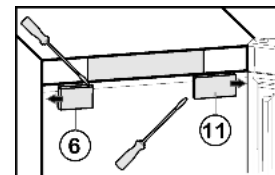

Fig. 5
- ▶ Снятие крышки со стороны ручки Fig. 5 (6): справа выведите из фиксатора при помощи плоской отвертки и сдвиньте наружу.
- ▶ Снятие крышки со стороны шарнира Fig. 5 (11): слева выведите из фиксатора при помощи плоской отвертки и сдвиньте наружу.
- ▶ Установите крышку Fig. 5 (6) снаружи со стороны шарнира с поворотом на 180° и защёлкните ее.
- ▶ Установите крышку Fig. 5 (11) снаружи со стороны шарнира с поворотом на 180° и защёлкните ее.